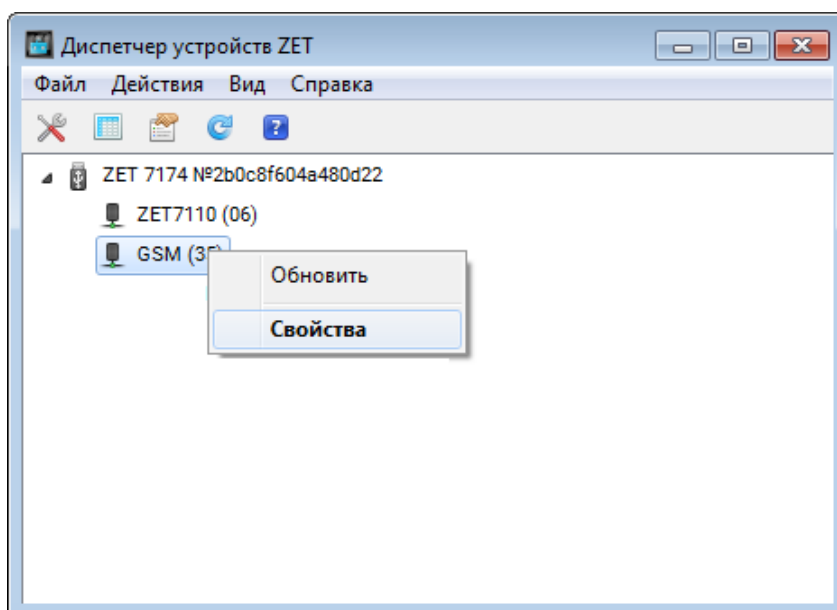

Рис. 3.4 Переход в меню «Свойства» преобразователя интерфейса ZET 7177
Для конфигурирования преобразователя интерфейса ZET 7177 следует щелкнуть правой кнопкой мыши по его наименованию (в данном случае «GSM (31)») и выбрать меню «Свойства» (Рис. 3.4). (Для более подробного ознакомления см. «Программное обеспечение ZETLAB. Руководство пользователя»).